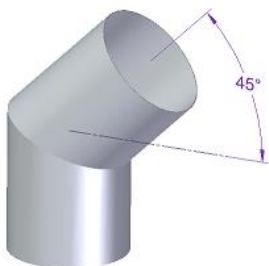
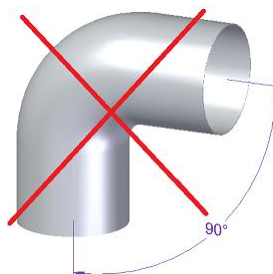

Figura 1 - Inclinação correta para as curvas
Figura 2 - Inclinação incorreta para as curvas
- * Nas condições nominais de operação, a tiragem dos gases de combustão deve originar uma depressão de 12 Pa um metro acima do gargalo da chaminé. Para conseguir uma boa instalação deverão ser aplicados, verticalmente, pelo menos 2 metros de tubo metálico de chaminé com o mesmo diâmetro da saída de fumos do recuperador. No seguimento desse troço é admissível a utilização de elementos de tubagem com a inclinação máxima de 45°. As Figura 1 e Figura 2 mostram a inclinação correta e incorreta no caso de necessitar instalar uma curva, respetivamente.